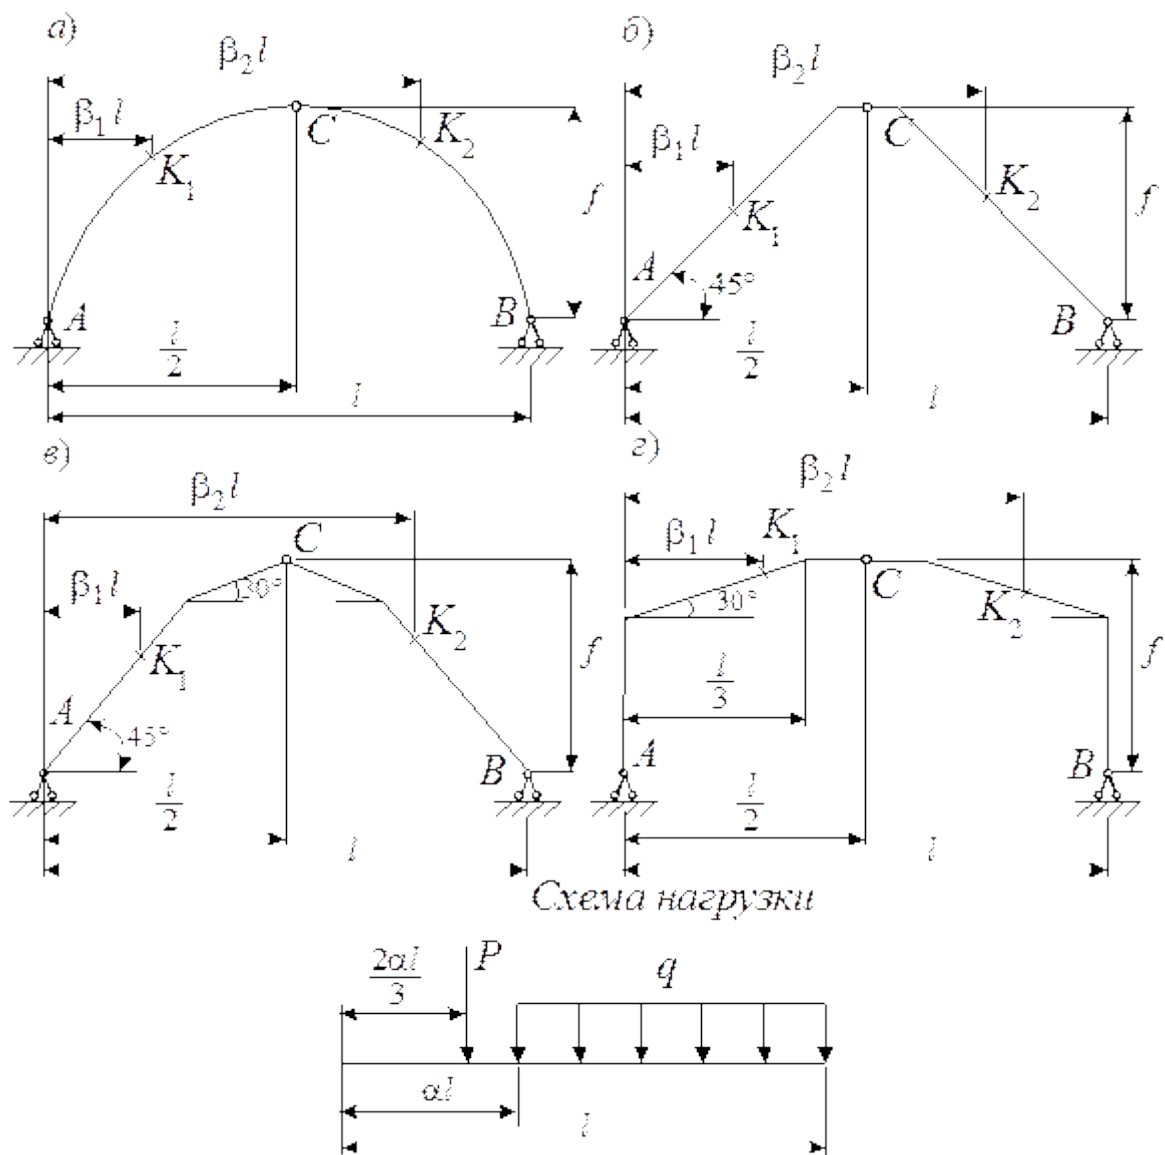

Рис. 2.9
**ЗАДАНИЕ 2.3.** Для сплошной трехшарнирной арки или рамы, соответствующей заданному варианту расчетной схемы (рис. 2.9), требуется: